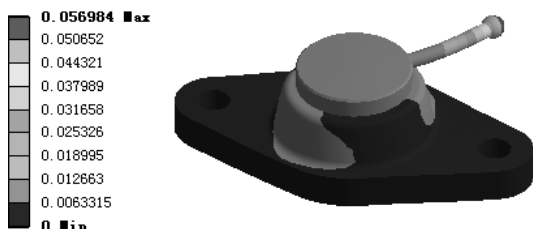

图 7.6.46 位移变形结果图解
(3) 查看位移结果图解。在“Outline”窗口中选中  **Total Deformation**，查看图 7.6.46 所示的位移变形结果，其最大位移为 0.056984 mm。